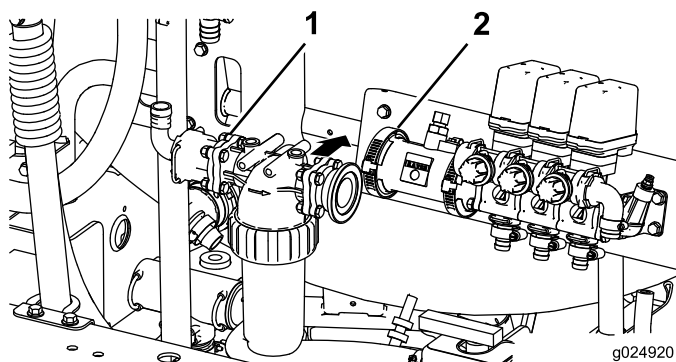

Figure 23
2. Déposez le collier existant, le raccord et les flexibles situés sur le collier (Figure 23).
3. Posez le nouveau filtre sous pression sur la machine (Figure 23).